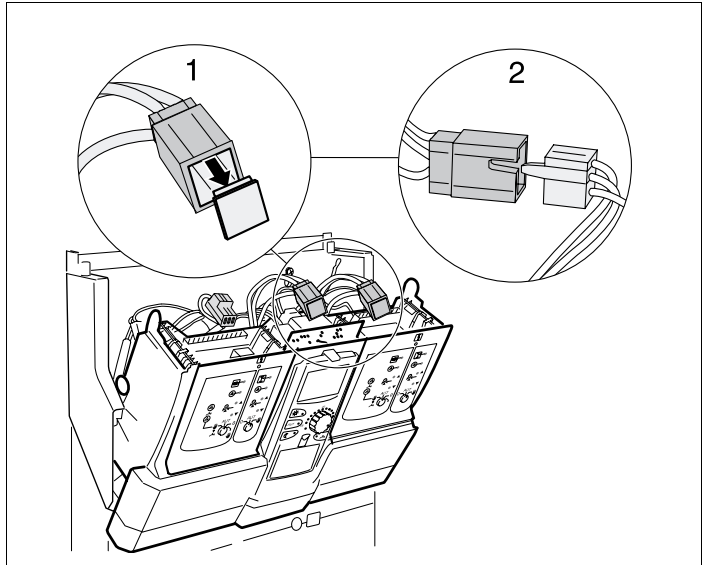

Fig. 8 Opprettelse av nettilkopling modulclass 2
- Fjern blindpluggen (se forstørrelse 1 i fig. 8) i den trepols pluggen (kabeltre).
- Kople 230-V-modultilkopplingspluggen til den trepols pluggen (se forstørrelse 2 i fig. 8).